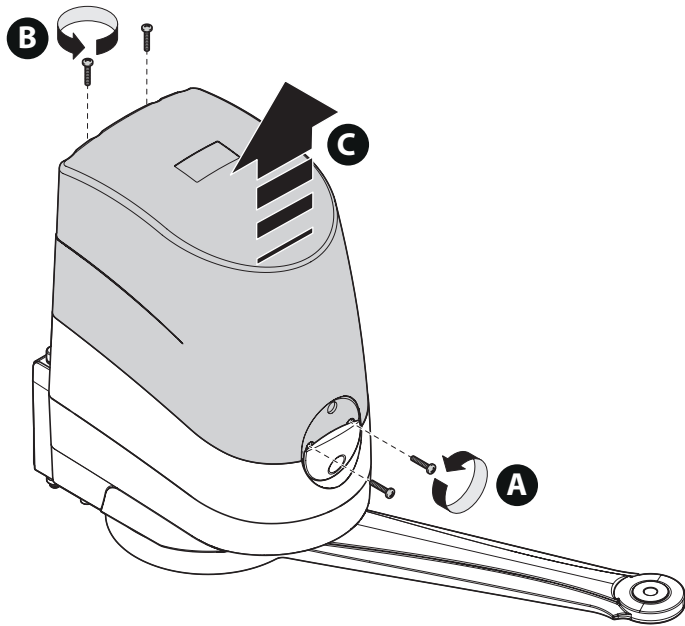

Fig. 21
01. Retirar la tapa del motorreductor como se muestra en la **fig. 21**;